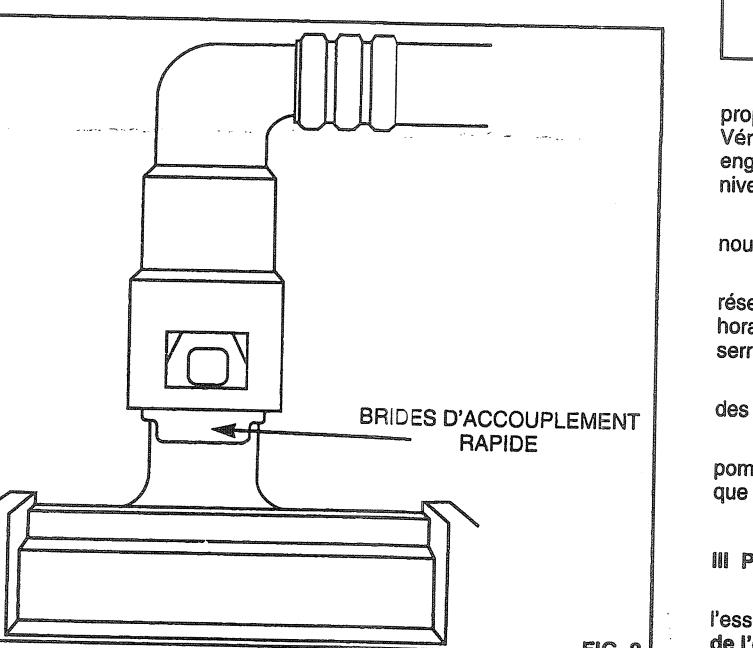

FIG. 2
A) Débrancher les canalisations d'essence de la pompe en appuyant sur les brides d'accouplement rapide. (Voir Fig. 2)
A) Disconnect the fuel lines from the tank unit by depressing the quick disconnect retainers. (See Fig. 2)